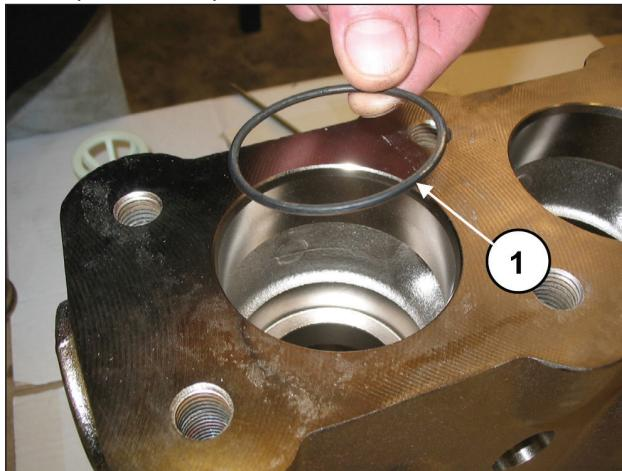

Рис. 103
Установите уплотнительное кольцо поз. №5 на деталировочном чертеже (поз. ①, Рис. 103).